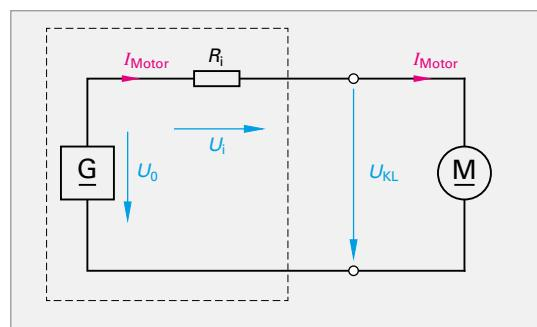

Bild 3: Reale Spannungsquelle, belastet
**Belastung:** Wird ein Verbraucher angeschlossen, so fließt ein Verbraucherstrom (auch) durch den Innenwiderstand der Spannungsquelle, wodurch der Spannungsabfall  $U_i$  entsteht (Bild 3, siehe vorhergehende Seite).